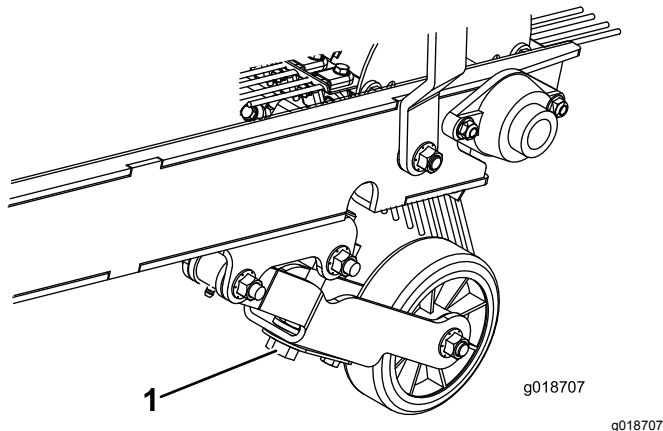

図 10
2. レーキが芝草の上部にわずかに接触するように、深さ調整ボルトを回転させて調整する。ブルームの場合には、レーキの場合よりも少しだけ深い調整ブラシの先端がターフにややはっきりと接触する程度に調整する。具体的には、ブルームを回転させたときにブルームを横から見て、ブルームとターフとの接触幅が 25mm 程度になっているようにする  図 10。